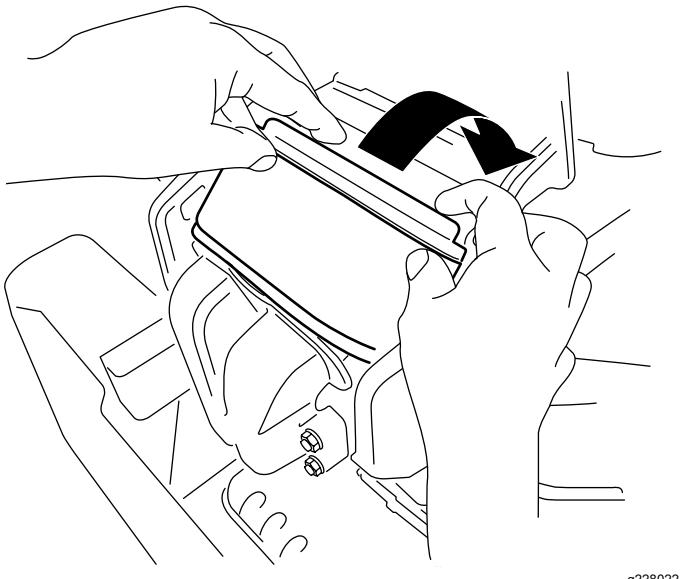

Figura 47
3. Rode o filtro para baixo para a câmara e encaixe completamente contra o coletor (Figura 47).